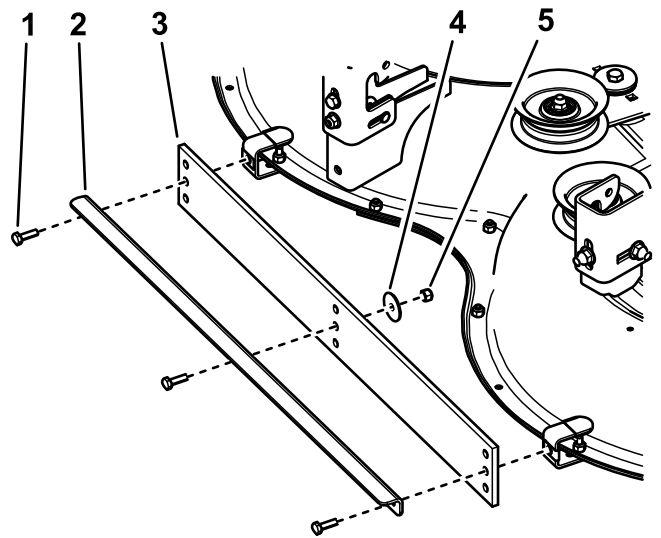

Figur 2
4. Monter brakettene i hullene vist i Figur 2. Hold gummiheften til braketten stramt mot baksiden av klippeenheten og stram til.